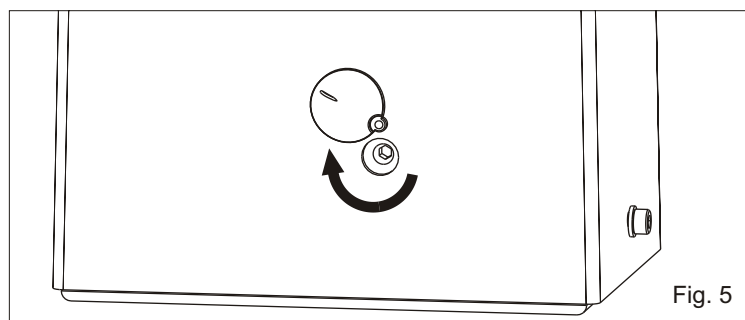

Fig. 5
- Abrir el portillito del desbloqueo girándolo hacia derecha o izquierda para acceder al sistema de desbloqueo (Fig. 5)